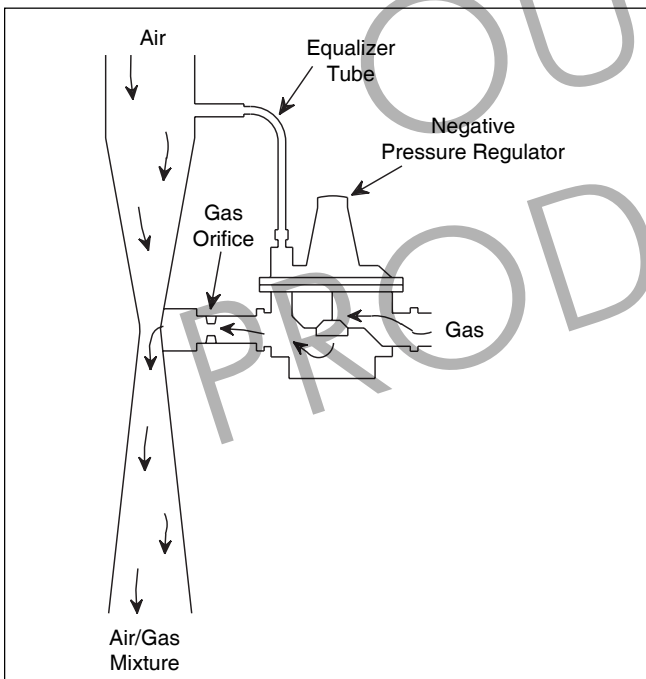

Figure 13. Typical Venturi System.
- La commande d'allumage met en marche le ventilateur de combustion. Après une purge de pré-allumage d'environ 15 secondes, tandis que le ventilateur dégage la chambre de combustion, l'allumeur se met en marche. L'allumeur met environ 25 secondes pour chauffer. Vous pouvez voir une lueur par le hublot d'inspection (voir Figure 13).
- Quand l'allumeur est chaud, le contrôle d'allumage tourne la valve de gaz et le brûleur s'allume. Vous pouvez voir la flamme du brûleur par le hublot d'inspection (voir Figure 13).
The gas control system of the Mighty Max heater is similar to that of a carburetor of a gasoline engine (see Figure 13): a venturi pulls the gas into the combustion air stream. In this system, changes in combustion air flow automatically change the gas flow.